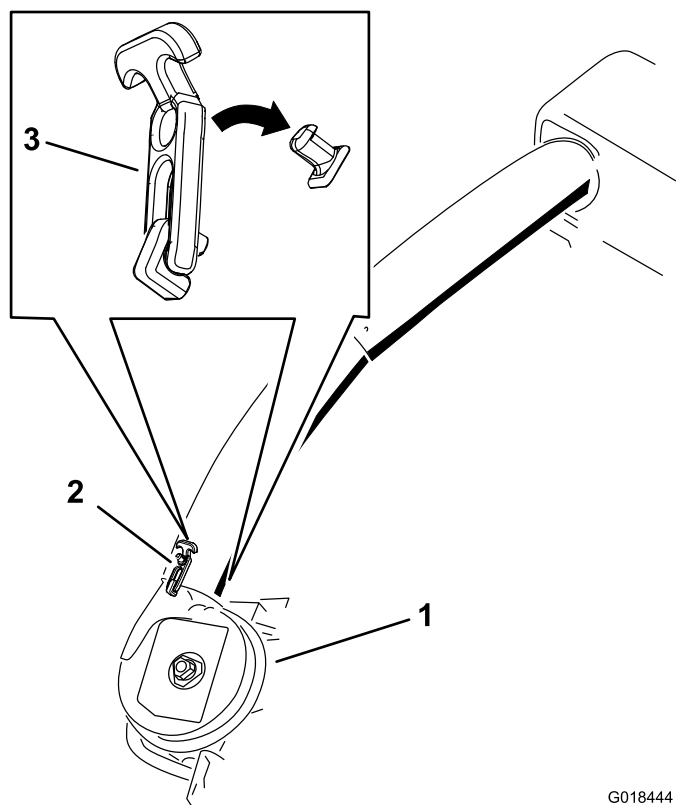

Figura 29
5. Utilice ambos cierres para sujetar el tubo inferior al conjunto del soplador (Figura 29).
20. Utilice ambos cierres para sujetar el tubo inferior al conjunto del soplador (Figura 29).